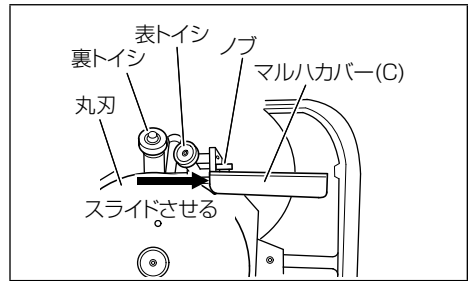

図 22-1
(図 22-1)
- (2) 表トイシ、裏トイシ (図 22-1) の出入りは、それぞれのノブをまわして行います。それぞれのノブをまわし、トイシを丸刃に接触させて、トイシ角度が (図 35-1、2 参照) のようになっているか確認します。
- (4) 最初に表トイシで刃先の表側を裏にカエリがでるまで研磨し、表トイシを丸刃に接触させたまま、裏トイシで刃先の裏側のカエリをとる程度に軽く丸刃に接触させ研磨します。
- (5) 研磨終了後、運転レバーを「停止」の位置にして丸刃が停止してから電源スイッチを切り、表トイシ、裏トイシのそれぞれのノブをまわして丸刃の刃先から離します。ロックレバーをゆるめ、トイシを後方へ倒してもとの位置(図 22-1)に戻してください。
- (6) マルハカバー (C) をもとの位置に戻しノブで固定してください。
- (7) 最後に、研磨作業時の粉じんが丸刃まわりの部品に付着していますので、必ず掃除してください。